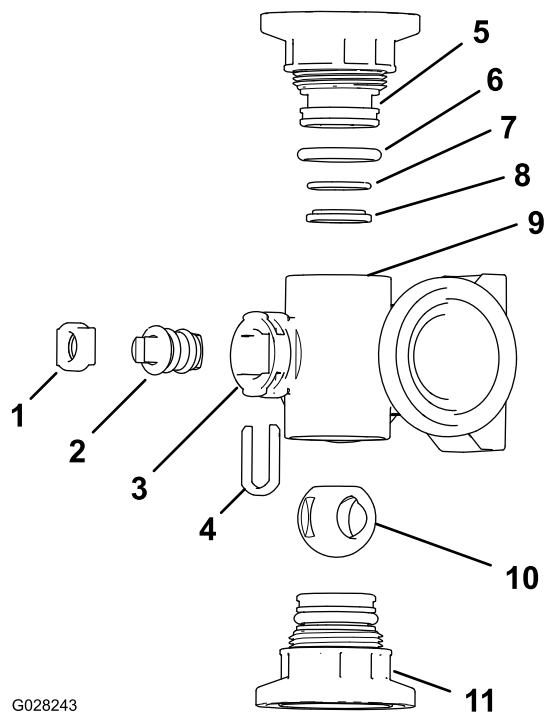
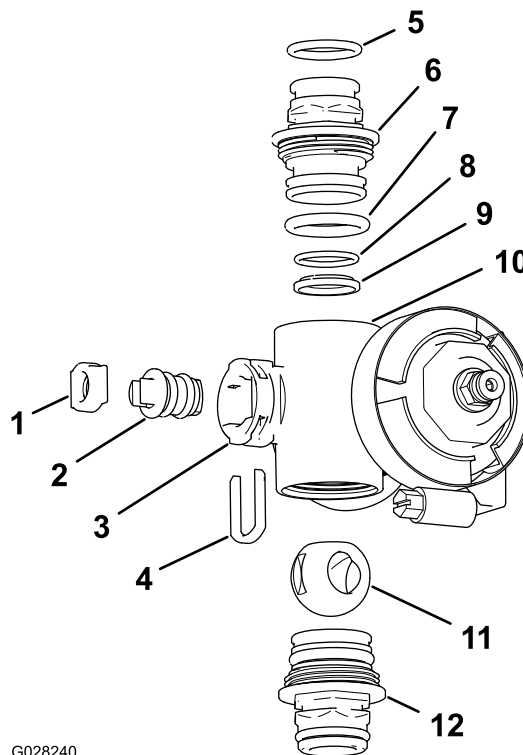

Figura 114
Figura 115
2. Rimuovete i 2 gruppi del raccordo del tappo terminale da ciascun'estremità del corpo del collettore (Figura 114 e Figura 115).
4. Rimuovete il fermo dello stelo dalle scanalature nella porta dello stelo nel collettore (Figura 114 e Figura 115).
5. Rimuovete il fermo dello stelo e la sede dello stelo della valvola dal collettore (Figura 114 e Figura 115).
6. Rimuovete il gruppo dello stelo della valvola dal corpo del collettore (Figura 114 e Figura 115)
1. Controllate la condizione degli O-ring del raccordo di uscita (solo collettore della valvola della sezione), gli O-ring del tappo terminale, gli O-ring delle sedi posteriori e la sede a sfera per escludere danni o usura (Figura 114 e Figura 115).
2. Applicate il grasso al silicone sullo stelo della valvola e inseritelo nella relativa sede (Figura 114 e Figura 115).
3. Montate lo stelo della valvola e la sede nel collettore e fissateli con il fermo dello stelo (Figura 114 e Figura 115).
4. Assicuratevi che l'O-ring della valvola di non ritorno e la sede della sfera siano allineati e in sede nel raccordo del tappo terminale (Figura 114 e Figura 115)
5. Montate il gruppo del raccordo del tappo terminale sul corpo del collettore fino a quando la flangia del raccordo del tappo terminale non tocca il corpo del collettore (Figura 114 e Figura 115), poi ruotate il raccordo del tappo terminale di un altro 1/8 - 1/4 di giro.